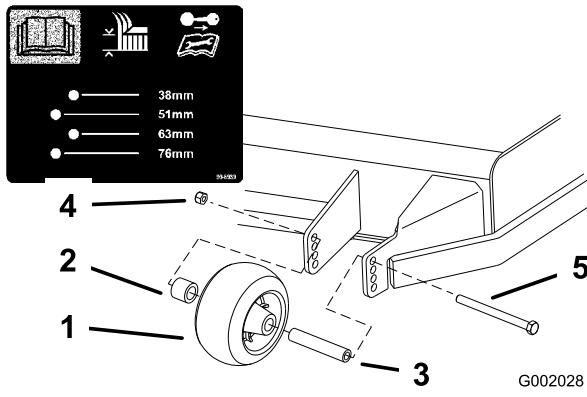
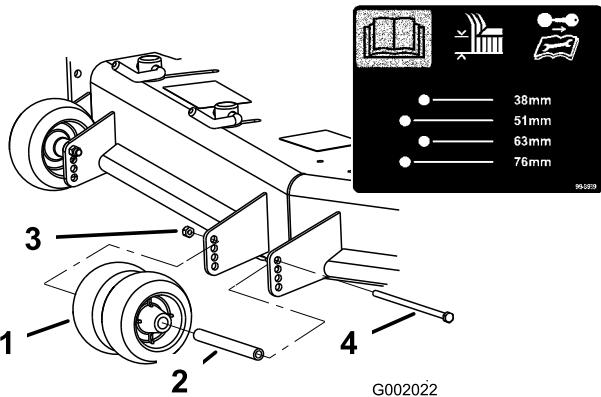
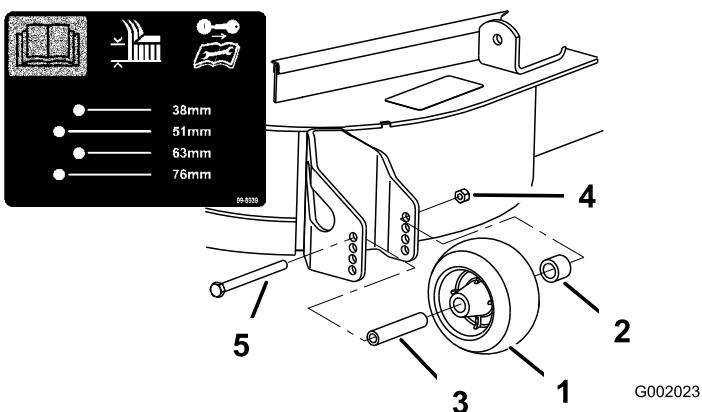

Figura 20
Figura 21
Figura 22
- Dopo avere regolato l'altezza di taglio, regolate i rulli togliendo il dado flangiato, la boccola, il distanziale ed il bullone (Figura 20, Figura 21 e Figura 22).
- Nota:** I due rulli centrali sono privi di un distanziale (Figura 21).
- Montate il dado flangiato, la boccola, il distanziale ed il bullone. Serrate a 54-61 Nm (Figura 20, Figura 21 e Figura 22).